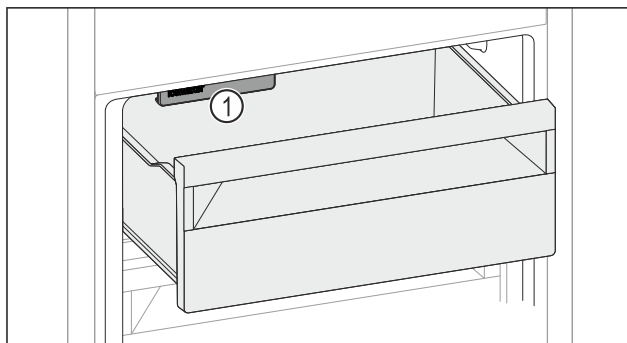

Fig. 56
- ▶ Слідкувати за функцією IceMaker Fig. 56 (1).